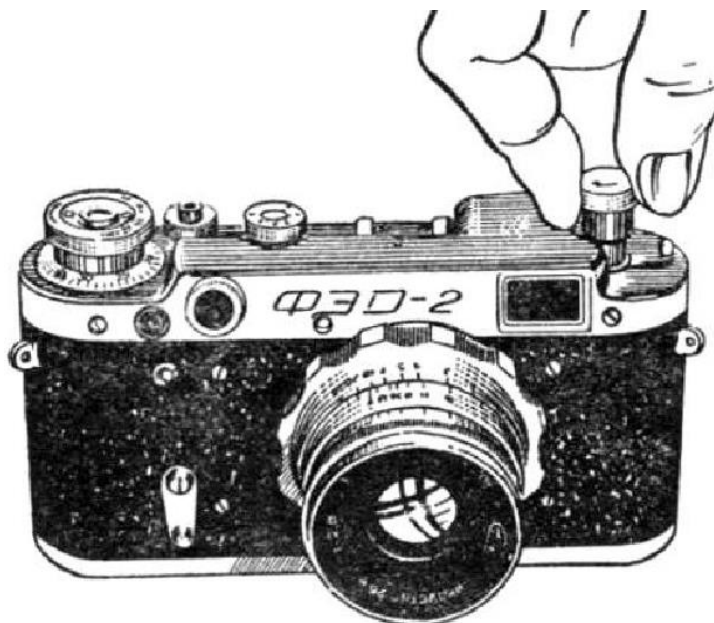

Рис. 14
Поднимите вверх головку для перемотки пленки (15) и вращайте ее по направлению стрелки, выгравированной на ее торце (рис. 14).